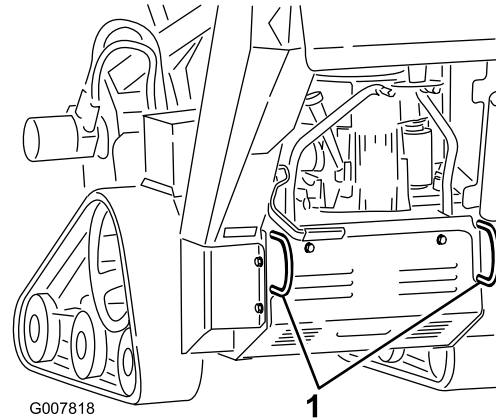

**Bild 19**
3. Befestigen Sie die Maschine mit Ketten oder Riemen an den Vergurtungsstellen bzw. Hebelaschen vorne und hinten an der Maschine auf einem Anhänger (Bild 19 und Bild 20). Halten Sie die örtlichen Vorschriften für Anhänger und Vergurtung ein.
Sie können die Maschine mit den Vergurtungs- und Hebeschlaufen als Hebestellen hochheben (Bild 19 und Bild 20).